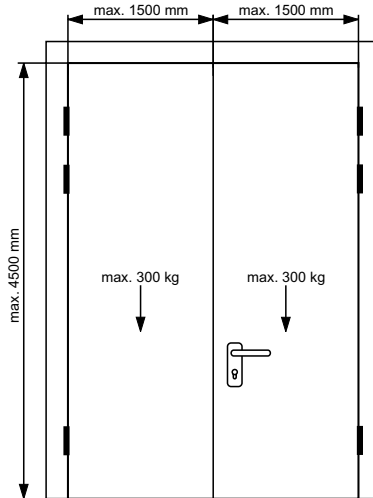

Fig. 2 : cotes et poids max. du vantail de porte
- Fixez les contre-pièces de verrouillage (gâches/plaques) dans l' huisserie, à savoir dans le vantail semi-fixe. Les pènes demi-tour/dormants et les pènes dormants doivent toujours pouvoir entrer librement et sans friction dans les contre-pièces de verrouillage. Adaptez si nécessaire les contours des contre-pièces de verrouillage à la situation de la porte (Fig. 2).